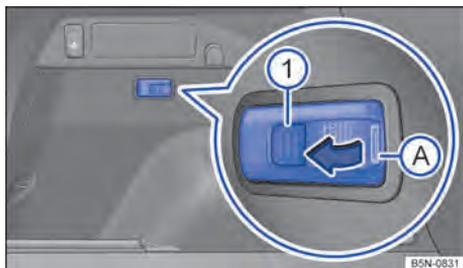

Fig. 195 En el lado izquierdo del maletero: unidad de iluminación extraíble.
- Agarre la unidad de iluminación por la zona → fig. 195 (A).
- Para encender la unidad de iluminación, pulse la tecla → fig. 195 (1). La unidad de iluminación ilumina con la mayor intensidad.
- En función del equipamiento, pulse de nuevo la tecla → fig. 195 (1) para bajar la intensidad al 50 %.
- Pulsando de nuevo la tecla → fig. 195 (1), se apaga la unidad de iluminación.
- ◀ Apague la unidad de iluminación y encájela en su soporte en el sentido contrario al de la flecha → fig. 195.
- Desprenda la tapa de las pilas haciendo palanca con un objeto fino por debajo de la zona → fig. 195 (A).